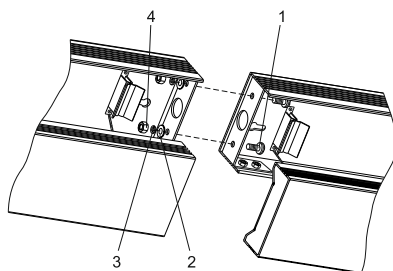

Рисунок 3/ Figure 3/3-sýret
– з'єднати два світильника між собою, за допомогою комплекту кріплення: два гвинти 1, шайби плоскі 2, шайби пружинні 3 і гайки 4 (рисунок 3, Додаток А);